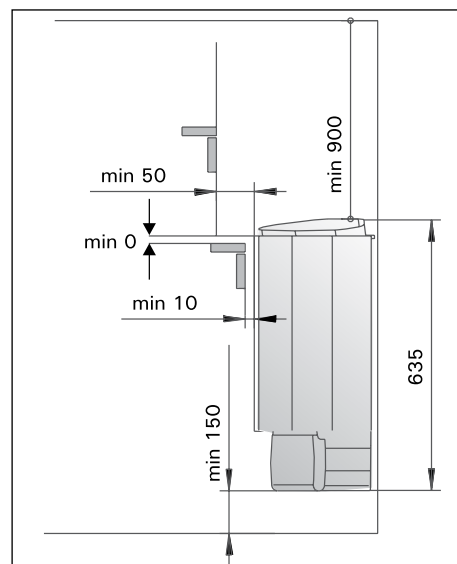

Рисунок 5. Расстояния безопасности
- При расположении каменки выполняются условия минимальных расстояний, изображенных на рис. 5 и указанных в таблице 1.